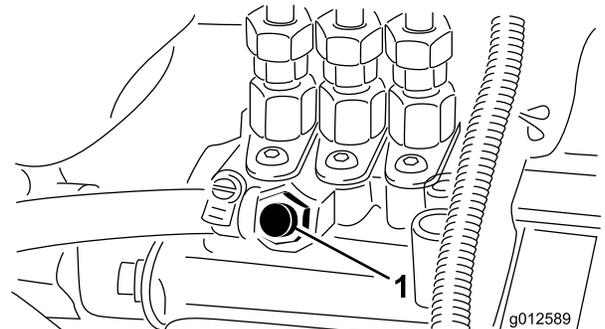

図 31
3. 燃料噴射ポンプについているエア抜きネジ (図 31) をゆるめる。